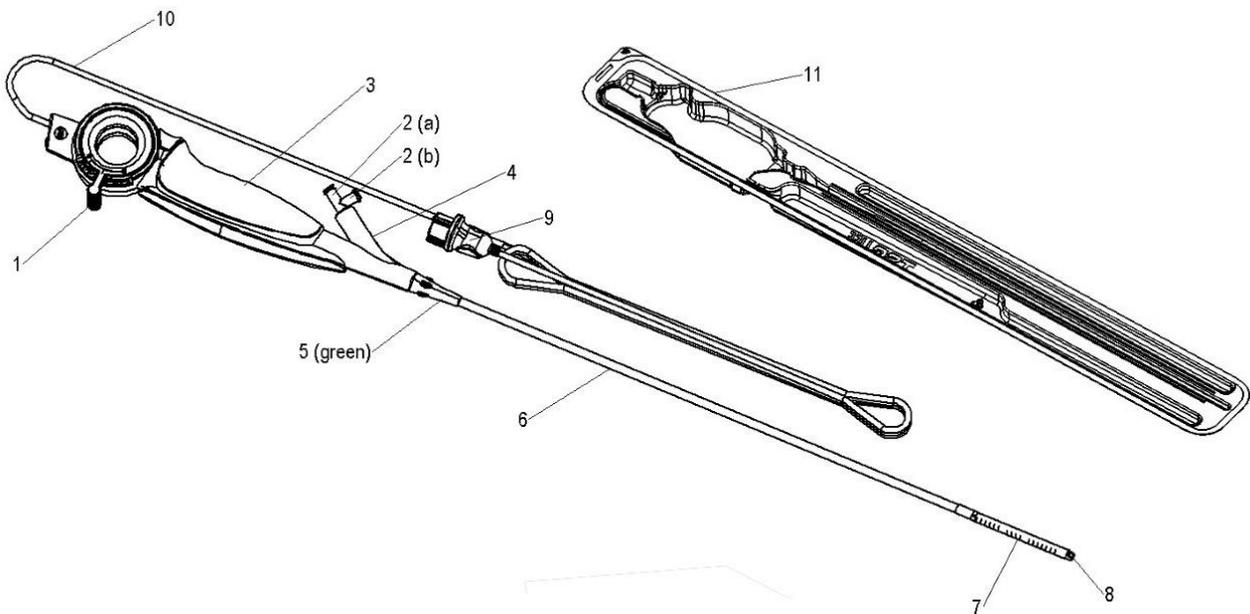

Figure 2. Cystoscope flexible à usage unique Cystoflex.
6. Raccordez le tube d'une source d'irrigation compatible (seringue, poche d'alimentation par gravité) au port d'irrigation sur la poignée du Cystoflex (**Figure 2**). Vérifiez que le dispositif ne fuit pas et que le fluide s'écoule par l'embout distal.